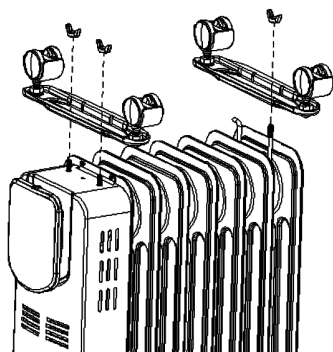

Figure 2 Schéma d'installation de la planche de roulette
- (1) Le radiateur à l'envers, montez la planche de roulettes en position, avec des écrous à oreilles et une fixation par vis en U, comme le montre la figure 2;
- (2) Enfin, remettez le radiateur dans la bonne position.